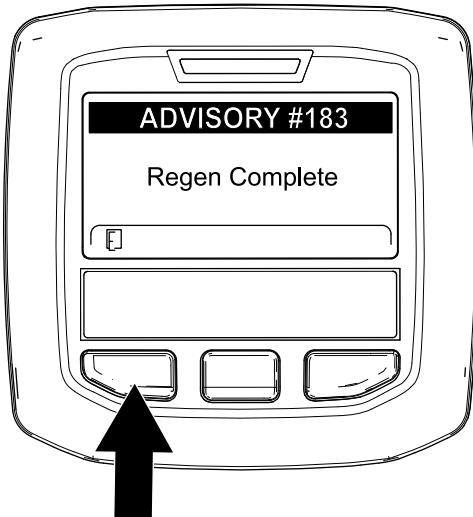

Figura 65
9. Quando il computer del motore completa una rigenerazione parcheggiata o una rigenerazione di recupero, l'InfoCenter visualizza il messaggio ADVISORY #183 (Figura 65). Premete il pulsante sinistro per uscire e tornare alla schermata Home.
**Nota:** Se la rigenerazione non viene completata, l'InfoCenter visualizza il messaggio Advisory #184 (Figura 65). Premete il pulsante sinistro per uscire e tornare alla schermata Home.